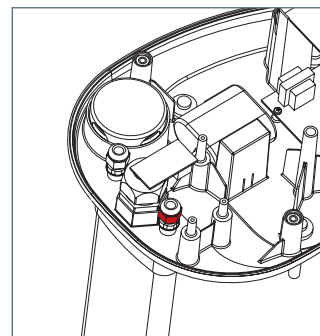

fig.6 - presse-étoupe pH Confort™
- dévisser le presse-étoupe correspondant au fil de la sonde pH à l'aide d'une clef plate de 15 (fig.6)